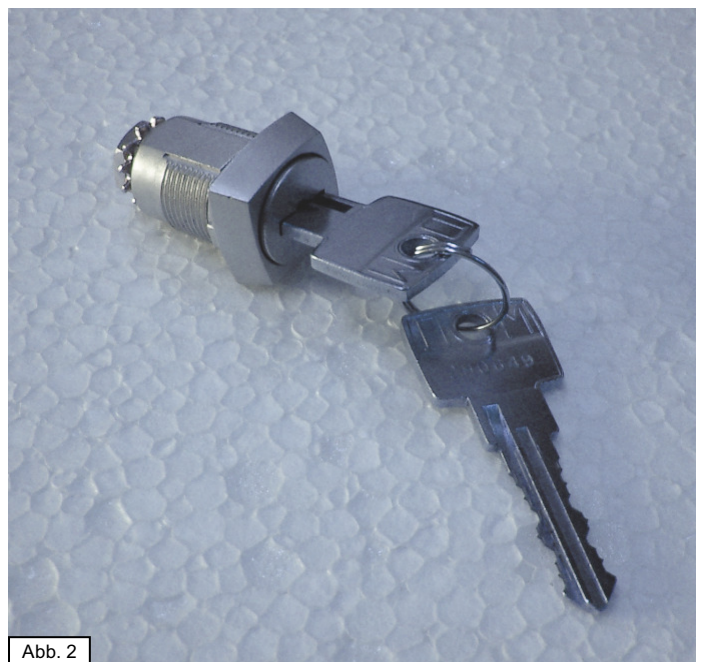

Abb. 2
Angaben für Norm-Montagehöhe UK Schrank = 1100mm über Boden. (Abb. 2)
1. Damit der Zylinder keinen Schaden nimmt, resp. auseinanderfällt, ist es wichtig, dass der Schlüssel bei der Montage immer im Zylinder steckt. Abb. 2